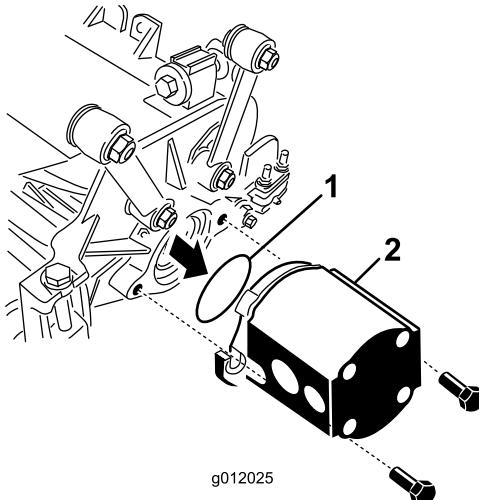

Figura 24
- Insira o anel de retenção (fornecido com a unidade de corte) no falso do motor de transmissão (Figura 24).
- Monte o motor na extremidade de accionamento da unidade de corte e fixe-o com os dois parafusos fornecidos (Figura 24) com a unidade de corte.